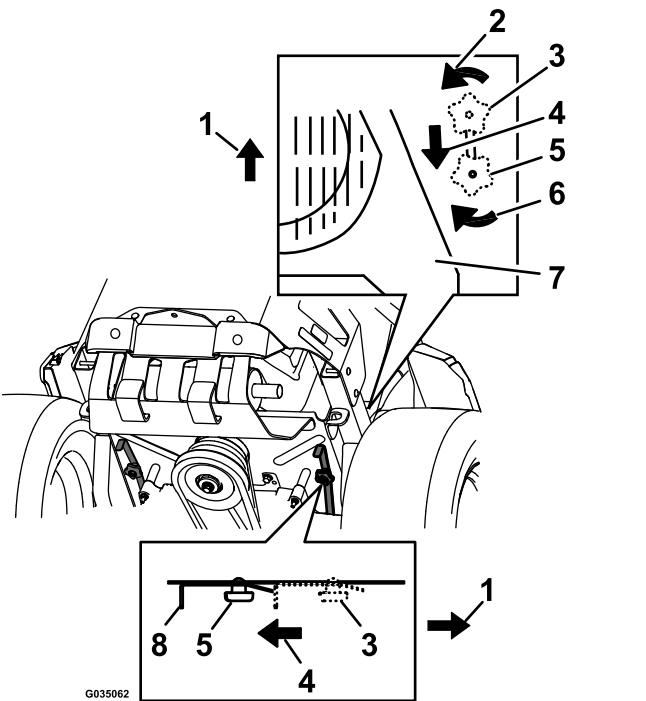

Figura 34
3. Para empujar la máquina, mueva ambos pomos de desvío hacia atrás y bloquéelos en esa posición (Figura 34).
5. Para conducir la máquina, mueva los pomos de desvío a la posición de HACIA ADELANTE y bloquéelos en esa posición (Figura 34).